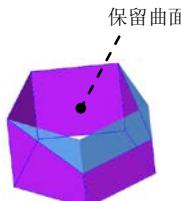

图 6.7.4 定义保留曲面（一）
Step5. 定义保留曲面。在“剪裁曲面”对话框的 **选择(S)** 区域中选中 保留选择(L) 单选项；选取图 6.7.4 所示的曲面为保留曲面，其他参数采用系统默认设置值。